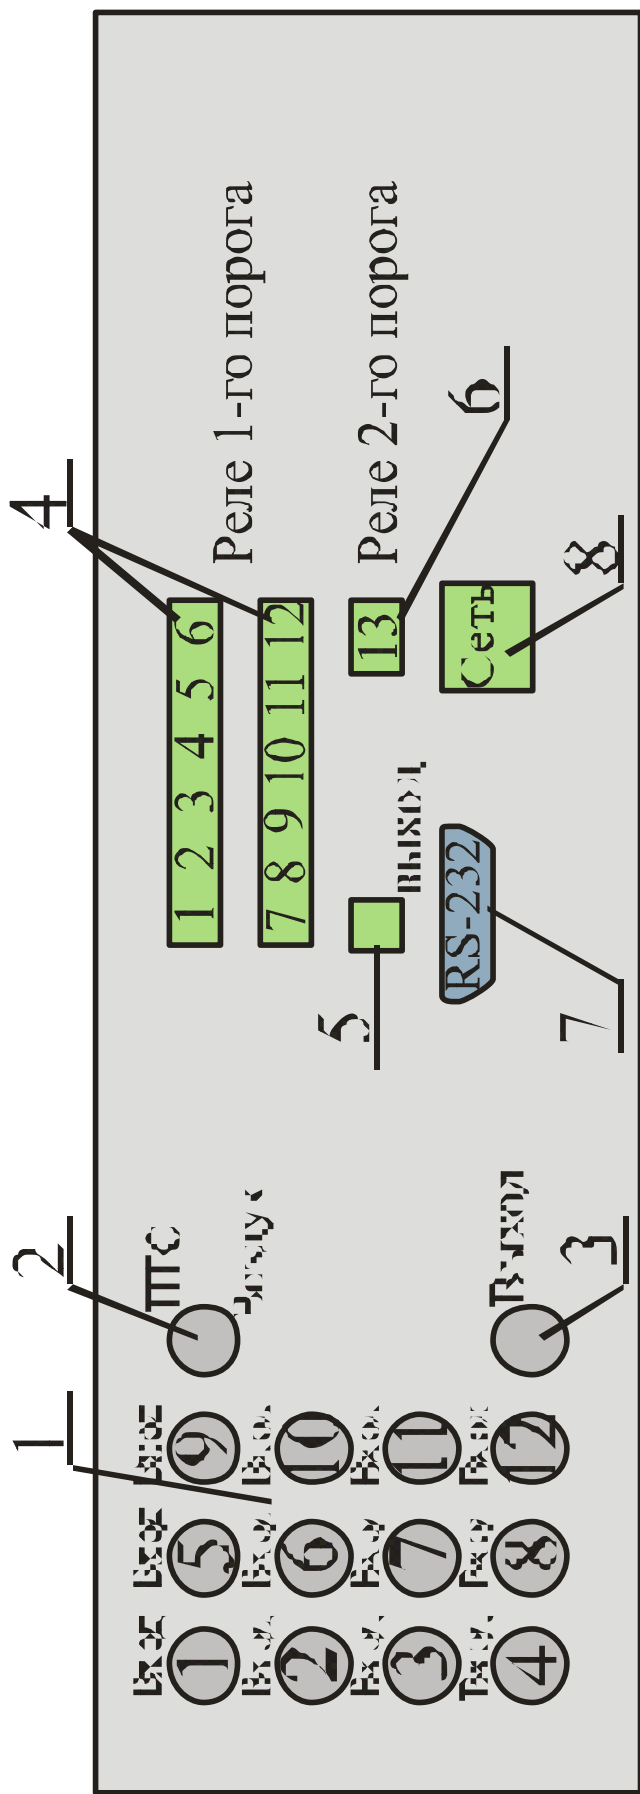
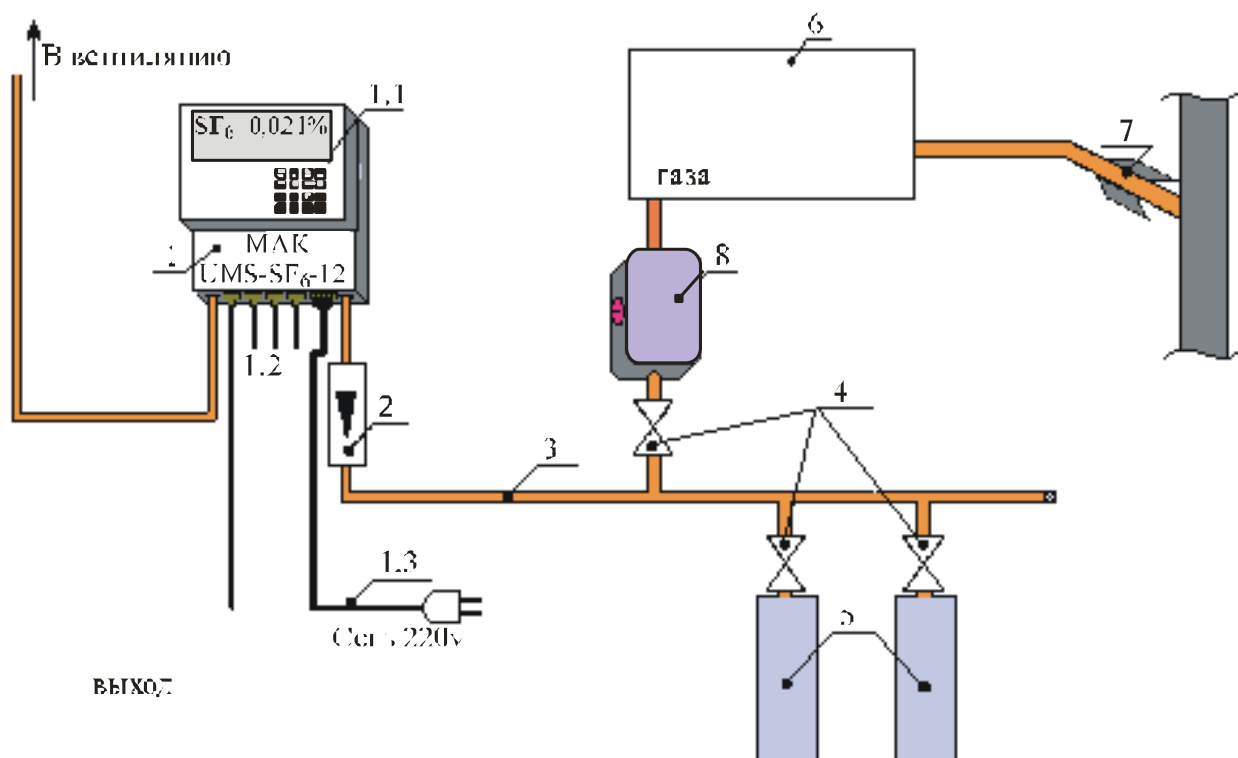

Рис.2. Задняя панель газоанализатора «МАК-2000-UMS-SF₆-12»
Рис. 3. Схема электрических и газовых соединений “МАК-2000- UMS-SF₆-12” для рабочих условий применения и поверки.
8.3.1. Монтаж электрической цепи газоанализатора и газовых соединений производить с соблюдением действующих на объекте правил по схеме соединений, приведенной на рис.3, в следующем порядке:
поддерживать равным расходу воздуха при установке "ноля") на вход анализатора в соответствии с рис.3.; рис.2.